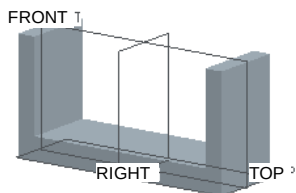

图 2.3.2 创建实体拉伸特征
Step2. 创建图 2.3.2 所示的拉伸特征。单击 **模型** 功能选项卡 **形状** 区域中的“拉伸”按钮 ；选取 FRONT 基准平面为 **草绘** 平面，TOP 基准平面为参考平面，方向为 **顶**；